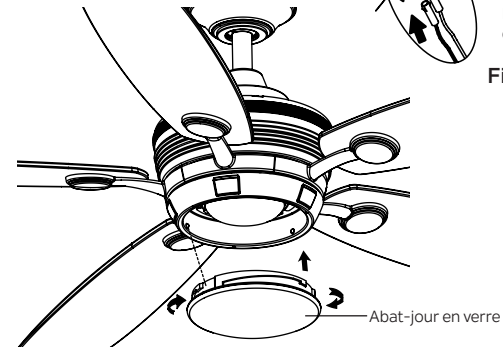

Fig. 24
Étape 3. Fixez l'abat-jour en verre à la plaque d'éclairage en tournant dans le sens des aiguilles d'une montre. Tournez progressivement l'abat-jour en verre jusqu'à ce qu'il s'enclenche sur la plaque d'éclairage. NE SERREZ PAS TROP. (Fig. 24)